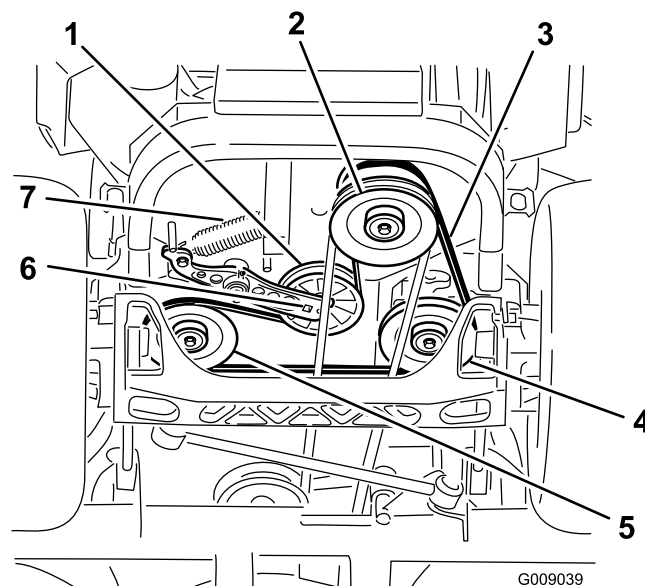

Bild 78
4. Heben Sie die Maschine an und stützen Sie sie mit Achsständern ab (Bild 78).
5. Setzen Sie eine Ratsche in das rechteckige Loch im Spannarm ein, um die Spannscheibenfeder zu entfernen (Bild 78).
6. Haken Sie die Spannscheibenfeder vom Rahmen aus (Bild 78).
9. Setzen Sie einen Schraubenschlüssel in das rechteckige Loch im Spannarm ein, um die Spannscheibenfeder im Rahmen einzusetzen (Bild 78).